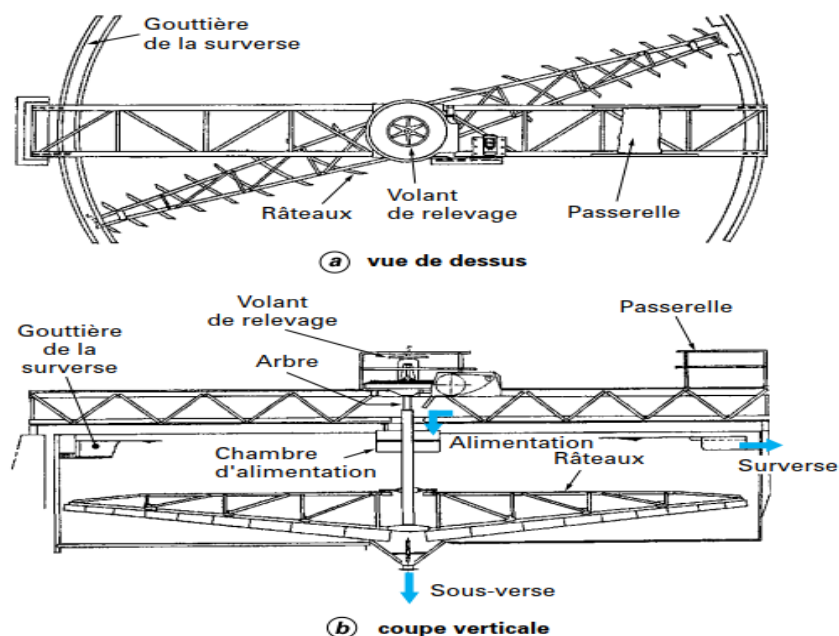

Figure 8 : Schéma d'un décanteur circulaire classique
-**Décanteur classique solide-liquide** est représenté figure 8. C'est un appareil de forme cylindro-conique, de faible épaisseur, alimenté en son centre. Le liquide clarifié est récupéré par débordement dans une gouttière périphérique. Les boues sont évacuées par le fond et reprises par une pompe, dont le débit fixe la concentration. Un système d'agitation lent permet de transférer les sédiments vers le fond et contribue à augmenter leur concentration. Cet appareil est classiquement utilisé en traitement d'effluents.